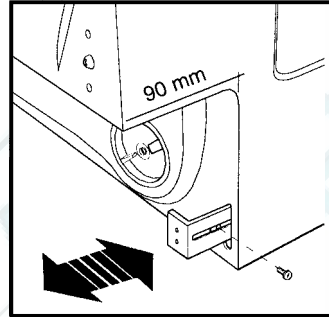

Рис. 16
- Если машина устанавливается в углу комнаты, встраивайте нижнюю декоративную панель на одну или обе направляющие при помощи винтов F (как показано на рис. 16). Выровняйте нижнюю декоративную панель по глубине и, при необходимости, закрепите ее.